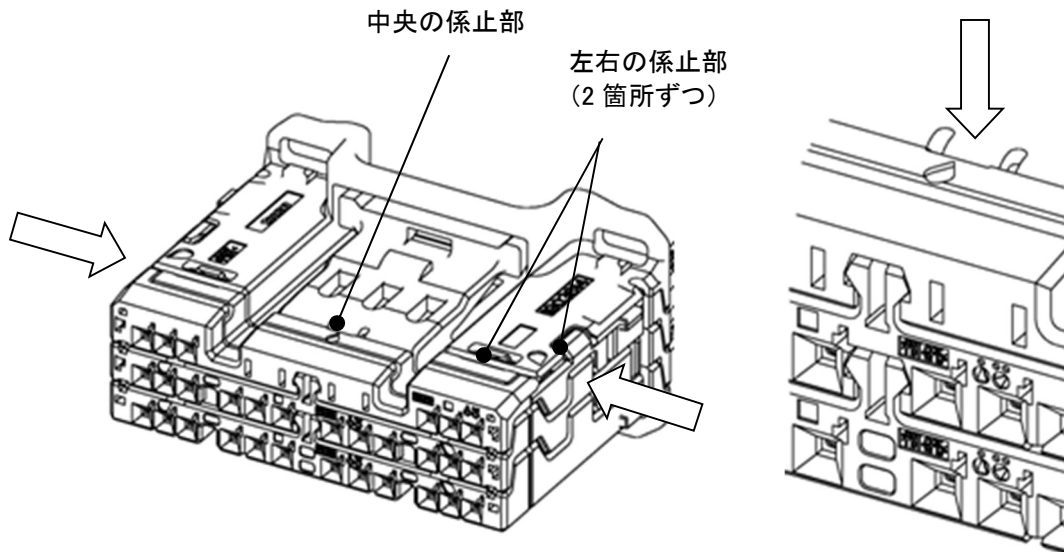

Fig.24
- ① Fig.24の矢印で示した、左右のどちらかに精密ドライバーを真直ぐに挿入しそのままの状態を上を持ち上げ、挿入した側の係止(2箇所)を解除します。
- ② 精密ドライバーを①の反対側に挿入し上を持ち上げ、反対側の係止(2箇所)を解除します。
- ③ 中央の係止は Fig.24のように、真上から挿入し、持ち上げて解除します。ただし、①～②の作業で中央の係止が解除されている場合は、③をおこなう必要はありません。